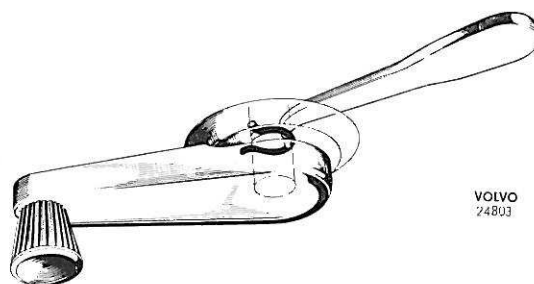

Figure 11. Dépose du lève-glace, modèle antérieur
1. Déposer la manivelle du lève-glace en retirant l'agrafe en fer à cheval avec un crochet comme indiqué sur la figure 11 (anciennes voitures) qu'on insère entre la garniture de porte et la plaque enjoliveuse de la manivelle. Sur les voitures de modèle récent, le démontage de la manivelle de lève-glace se fait en appuyant la plaque enjoliveuse sur la garniture de porte tout en la poussant dans